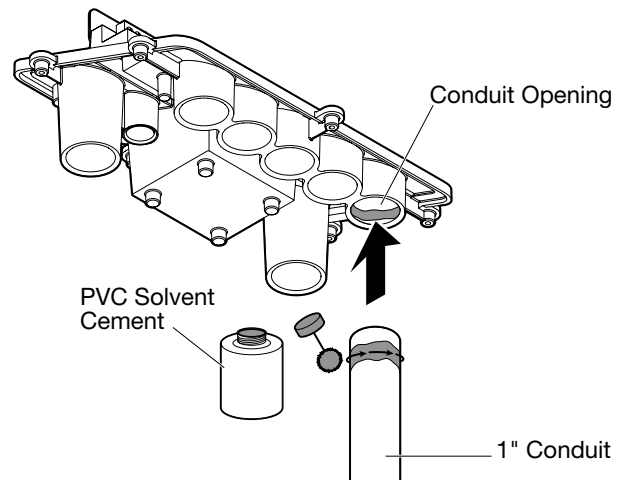

FIG. 4. Using 1" Conduit
- a. For 1" conduit (See FIG. 4):